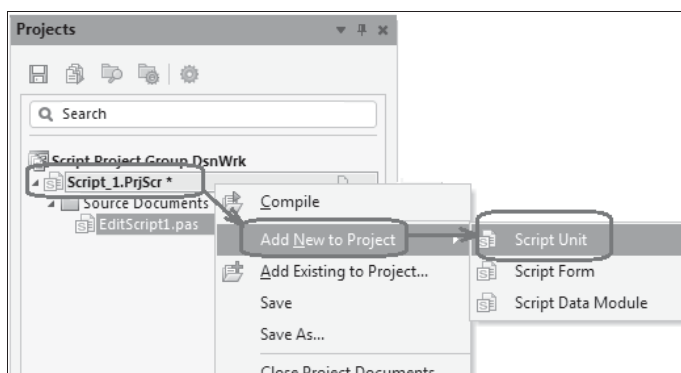

Рис. 14.2. Команда образования скрипт-единицы
3. Щелчком правой кнопкой мыши на новом имени проекта вызвать контекстное меню и выполнить из него команду формирования скрипт-единицы (по умолчанию на языке программирования Delphi) **Add New to Project | Script Unit** (рис. 14.2).